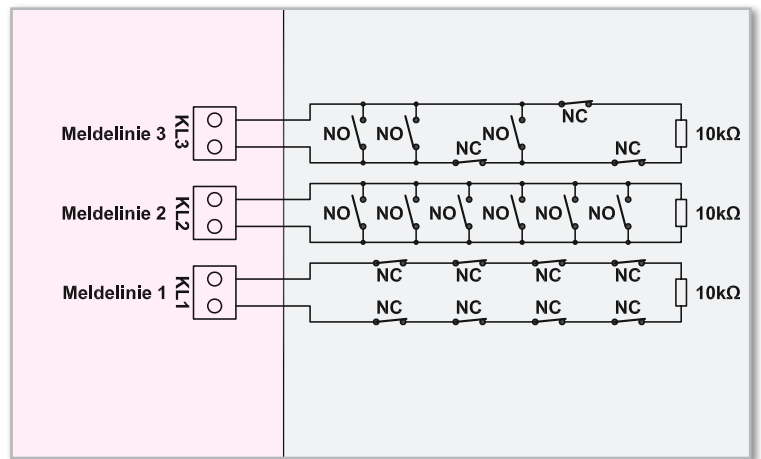
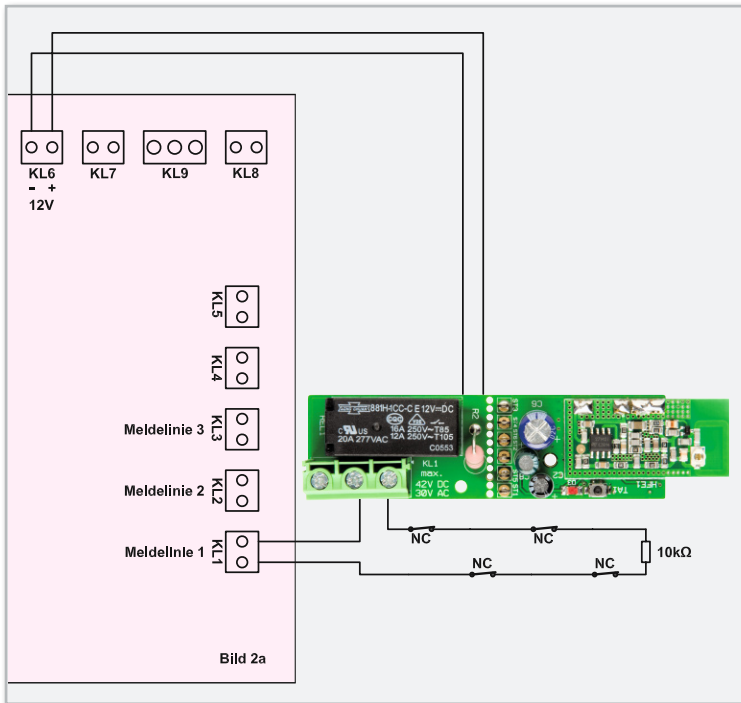
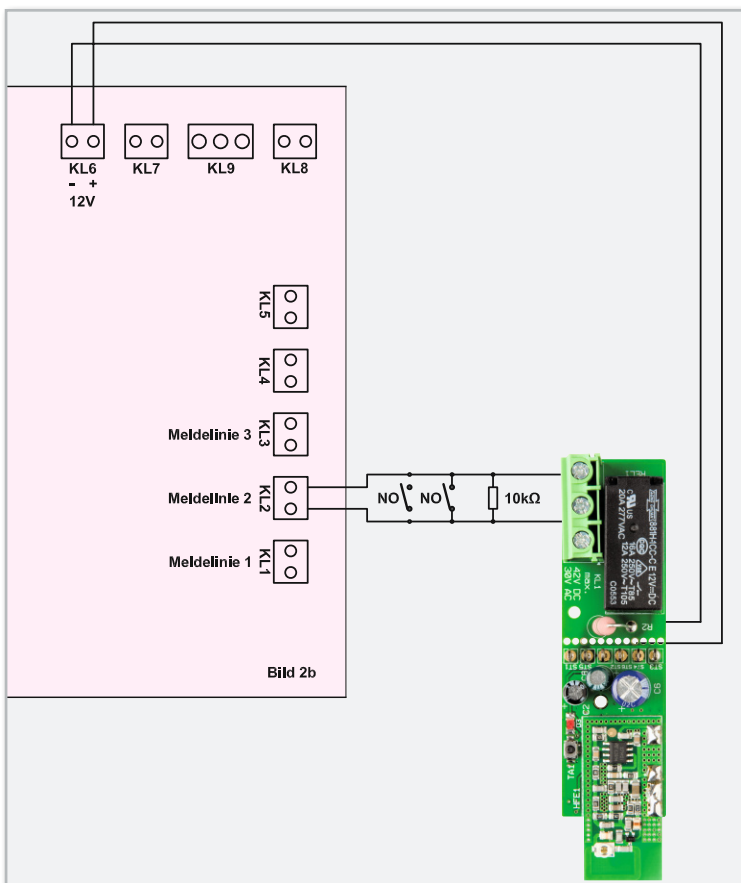

Bild 1: Anschlussmöglichkeiten der Alarmsensoren an die Meldelinien
Bild 2a: Anschluss des FS20-Universal-Empfängers an einer beliebigen Meldelinie, hier als Öffner
Bild 2b: Anschluss des FS20-Universal-Empfängers an einer beliebigen Meldelinie, hier als Schließer
Bei sämtlichen Differential-Alarmlinien können wahlweise Alarmsensoren mit einem Öffner (NC) oder einem Schließer (NO) eingesetzt werden. Auch die gemischte Beschaltung der einzelnen Alarmlinien ist problemlos möglich. Im Beispiel (Abbildung 1) ist Meldelinie 1 mit Öffnern, Meldelinie 2 mit Schließern und Meldelinie 3 sowohl mit Öffnern als auch mit Schließern beschaltet. Sämtliche Meldelinien erfordern einen Schleifenwiderstand von $10\text{ k}\Omega$, der an einer beliebigen Stelle in die Alarmschleife eingefügt wird. Bei Anschluss eines FS20- oder HomeMatic-Empfängers mit Relaisausgang an einer beliebigen Alarmschleife können wahlweise oder auch zusätzlich Funk-Sensoren zur Alarmauslösung genutzt werden. Im FS20-System ist für diese Aufgabe der FS20-Universal-Empfänger FS20 UE1 (Best.-Nr.: 46-84084) sehr gut geeignet und die Spannungsversorgung des Empfängers kann vom Dauerspannungsausgang der Alarmzentrale erfolgen. Abbildung 2 illustriert den Anschluss des FS20 UE1 mit Schaltrelais an die Alarmzentrale AZ 4-2 (Abbildung 2a als Öffner, Abbildung 2b als Schließer). Der Anschluss des Funkempfängers kann an eine beliebige Meldelinie erfolgen.